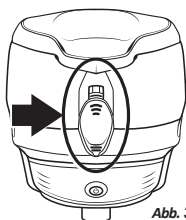

Abb. 3.1
1. Suchen Sie den Verschluss und den Gehäuse-Riegel auf der Rückseite des Hoppers (Abb. 3.1)